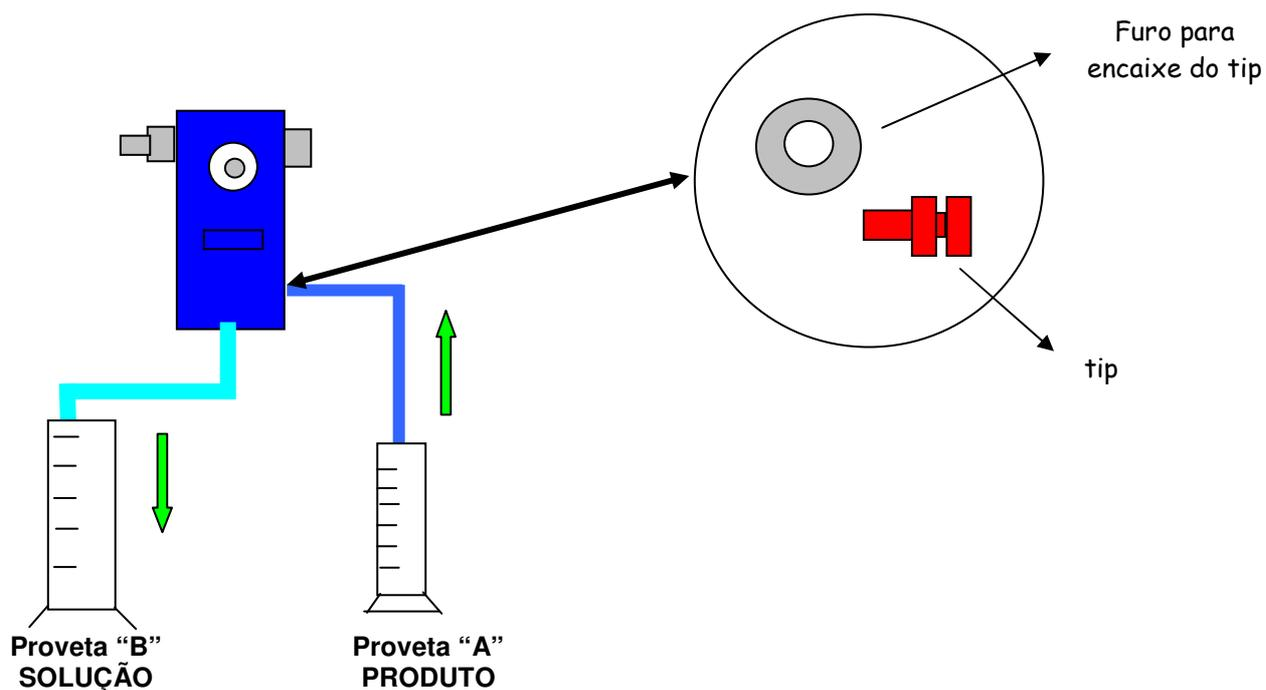

Figura 3
3. Proceda a primeira coleta de soluçãõ conforme indicação abaixo na figura 3 e os (itens 5, 6 e 7).
5. Coloque 200ml do produto puro na proveta “A” junto com o pescador conforme a **Figura 3**.
10. Proceda a primeira coleta de solução conforme indicação abaixo na figura 3 e os (itens 5, 6 e 7).
12. Coloque 200ml do produto puro na proveta "A" junto com o pescador conforme a **Figura 3**.
3. Coloque 200ml do produto puro na proveta "A" junto com o pescador conforme a **Figura 3**.